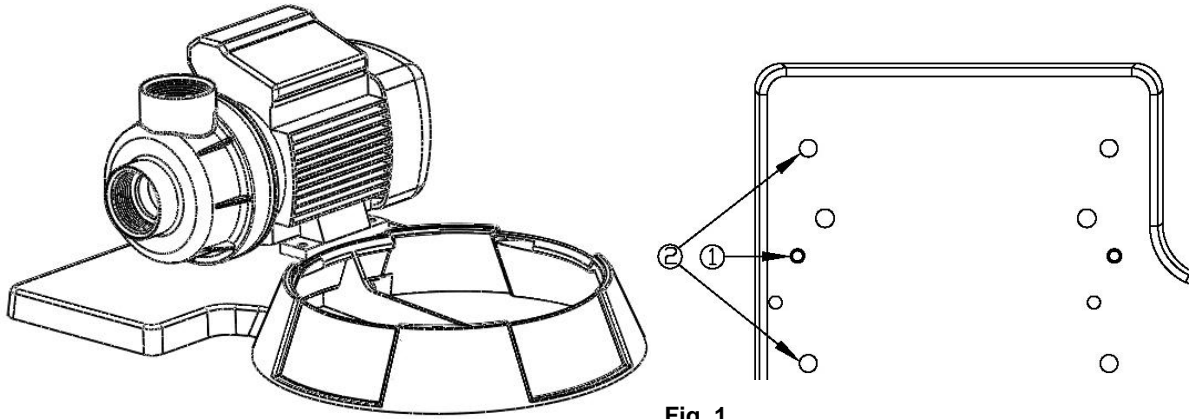

Fig. 1
1. Fixer la pompe à côté du filtre à sable avec les vis fournies. (Fig. 1) La fixation peut varier entre les différents modèles.